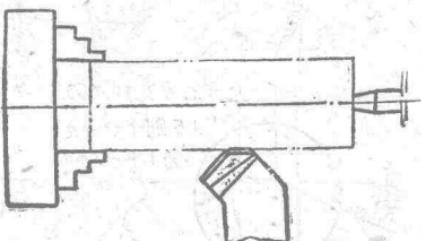
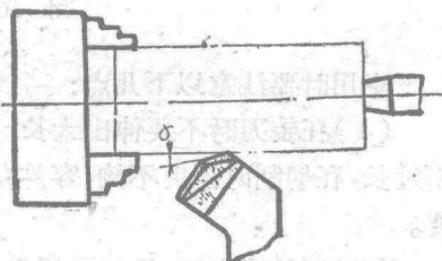

图 12
图 13
(4)刀刃和工件必须对平，机床的剛性要很好，就是使刀架和拖板沒有松动現象，这样平行刃和工件一定要对平，如图12。机床結構不太好，走刀系統有松动現象时，可以不要对的太平，但要使平行刃靠向过渡刃地方留出一定的很小的隙縫，空隙大小是根据机床来决定的。如图13。